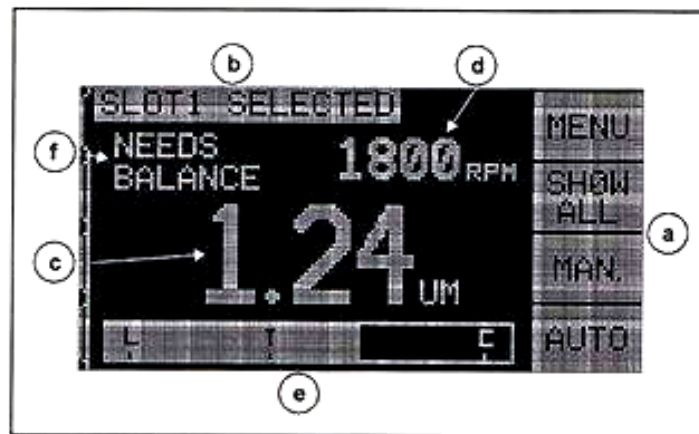

图 9
- 3、**显示屏幕：**该屏幕为非触摸式控制屏幕，请不要试图按该屏幕来实施控制功能，应按 4 功能按键。屏幕上显示项目如下：见(图 9)